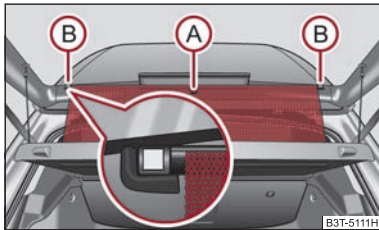

Abb. 61 Sonnenschutzrollo ausrollen
- Ziehen Sie das Sonnenschutzrollo am Griff **A** ⇒ Abb. 61 heraus und hängen Sie es in die magnetischen Halter **B**.